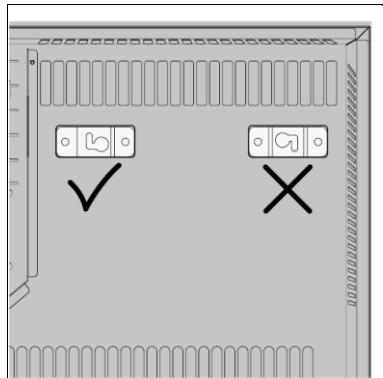
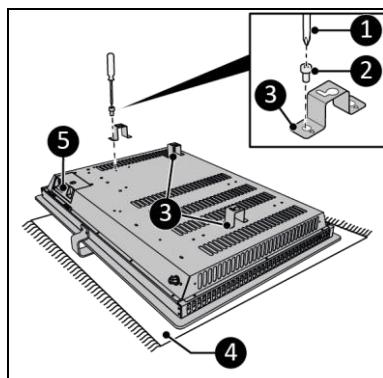

Figura 10
Figura 11
- Înainte de a instala suporturile pe dispozitiv, verificați de două ori orientarea (Figura 10).
- Așezați dispozitivul pe o suprafață netedă și stabilă (Figura 11, poz. 4).
- Înșurubați și fixați trei suporturi (Figura 10, poz. 1) pe ambele părți ale corpului principal (Figura 11, poz. 5) cu un șurub mic (Figura 11, poz. 2) folosind o șurubelnită Phillips (Figura 11, poz. 3).